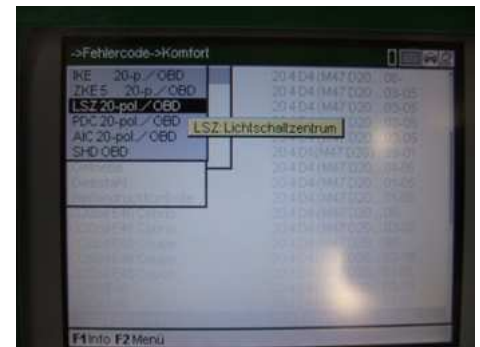

Fig. 1
1. Lire le code défaut à l'aide d'un système de diagnostic adéquat. A cet effet, sélectionner, après le véhicule concerné, la commande de menu « Centrale de commande de l'éclairage » (v. Fig.1).